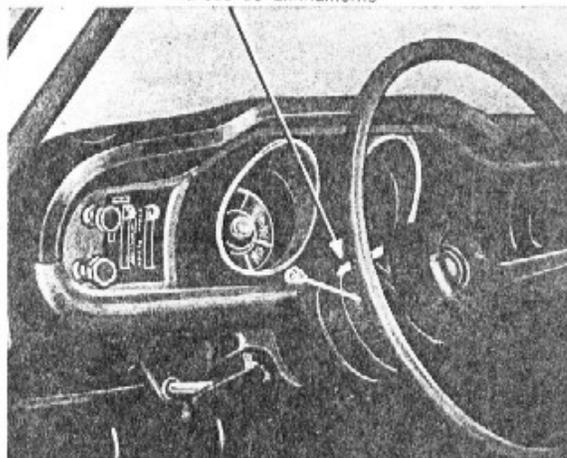

fig. 2 — marcas da posição reta para frente
2. Dirigir o veículo em linha reta o suficiente para estabelecer a posição reta das rodas dianteiras e, em seguida marcar o cubo do volante da direção e o colar da coluna da direção (fig. 2). Não ajustar ainda a posição dos raios do volante da direção. Se as rodas forem esterçadas durante a inspeção, alinhar as marcas para trazer as rodas à posição reta para frente.